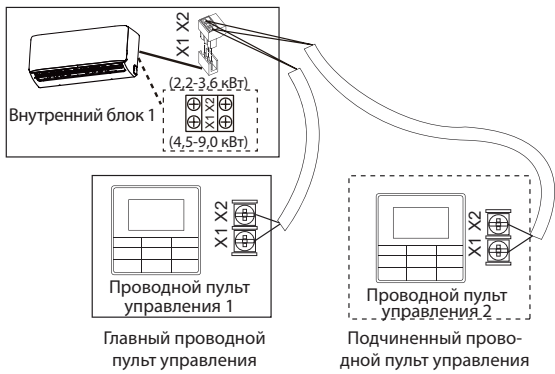

Рис. 8.8
- Используйте один или два (один главный и один подчиненный) проводных пульты ДУ для управления одним внутренним блоком (рис. 8.8);